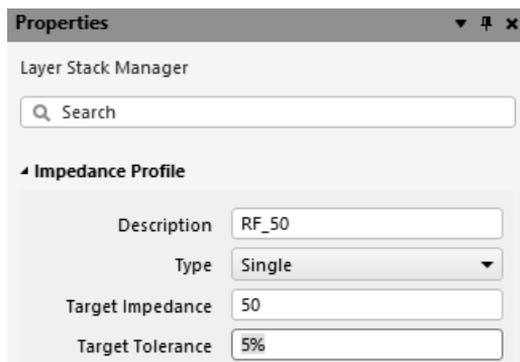

图 3-48 RF\_50 阻抗配置文件
- ① 假设射频信号在 Top 层，参考 GND02 层，按前文计算，其线宽为 5mil。
- ② 为了达到设计要求，将参考平面改为 SIN03 层，在层叠管理器中单击 Add 按钮新增一个 RF\_50 的阻抗配置文件，并设置相关参数，如图 3-48 所示。